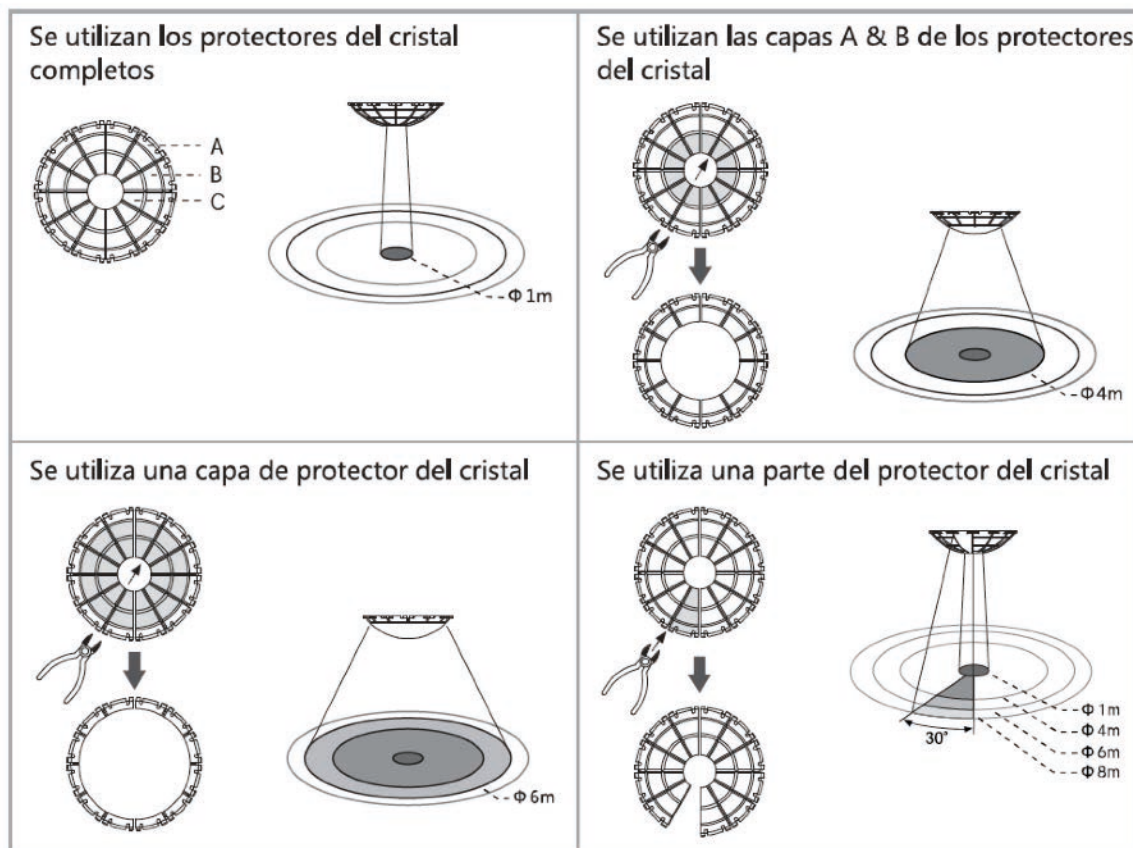

FIG.17
- La parte sombreada de los protectores del cristal en la FIG. 17 hace referencia a las partes cortadas.